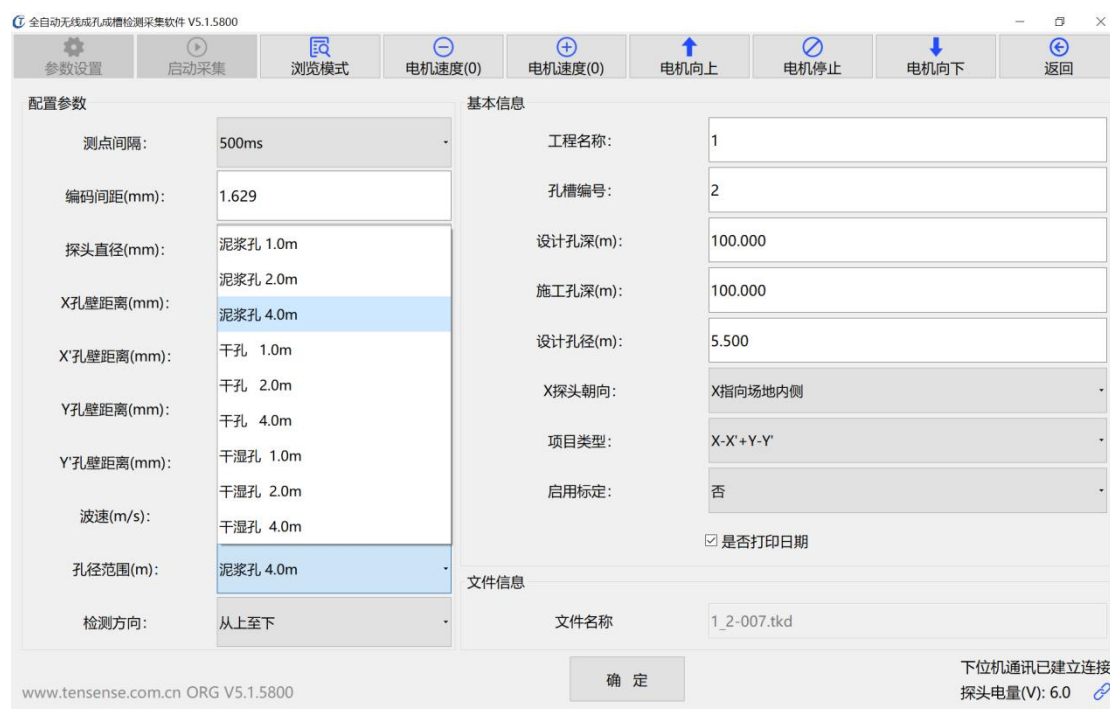

图3-7 孔径范围设置
① 测点间距：测点间距即为每相邻两组检测数据之间的时间间隔，本机默认测点间距为500ms。
② 编码间距与探头直径设置：编码间距与探头直径都是固定值，本机编码间距为1.629，探头直径：为130mm。
③ 孔径范围设置：本机设定有三种测量模式（干孔、泥浆孔、干湿孔），可根据实际测量情况，选择合适测量模式，以及最大测试孔径范围，如图3-7。